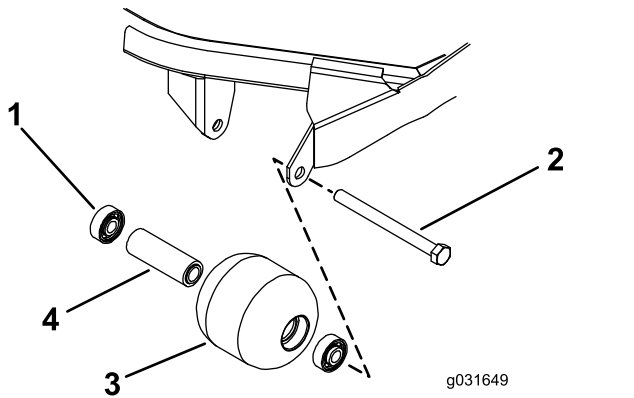

Bild 71
1. Entfernen Sie die Rollenbefestigungsschraube (Bild 71).
4. Prüfen Sie das Rollengehäuse, die Lager und das Distanzstück auf Beschädigungen (Bild 71).
1. Drücken Sie das erste Lager in das Rollengehäuse, indem Sie nur auf den äußeren Käfig oder gleichmäßig auf den inneren und äußeren Käfig drücken (Bild 71).
2. Setzen Sie ein Distanzstück ein (Bild 71).
und äußeren Käfig drücken, bis es auf dem Distanzstück aufliegt (Bild 71).